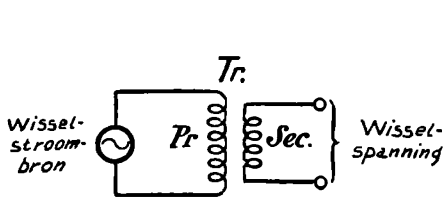

Fig. 46. De wisselstroom, die door de primaire wikkeling Pr loopt, induceert een wisselspanning tusschen de klemmen van de secondaire wikkeling Sec.
W. — De transformator is een oude bekende van je, van wien je echter den naam niet weet. Zoo noemt men namelijk twee door inductie gekoppelde spoelen. Nu, je weet, dat als door de eerste spoel een veranderlijke stroom loopt, in de andere spoel een stroom van denzelfden vorm wordt geïnduceerd. Als die tweede spoel „open” is (d. w. z. door geen enkelen weerstand is gesloten), zal er geen inductiestroom in loopen, maar alleen een inductiespanning ontstaan. Als dus door de eerste spoel (de *primaire wikkeling* genaamd) een wisselstroom loopt, zullen in de tweede spoel (de *secondaire wikkeling*) de electronen zich voortdurend verplaatsen in het rythme van den inducerenden stroom en zoo overeenkomstige wisselspanningen veroorzaken tusschen de uiteinden van die wikkeling (fig. 46).